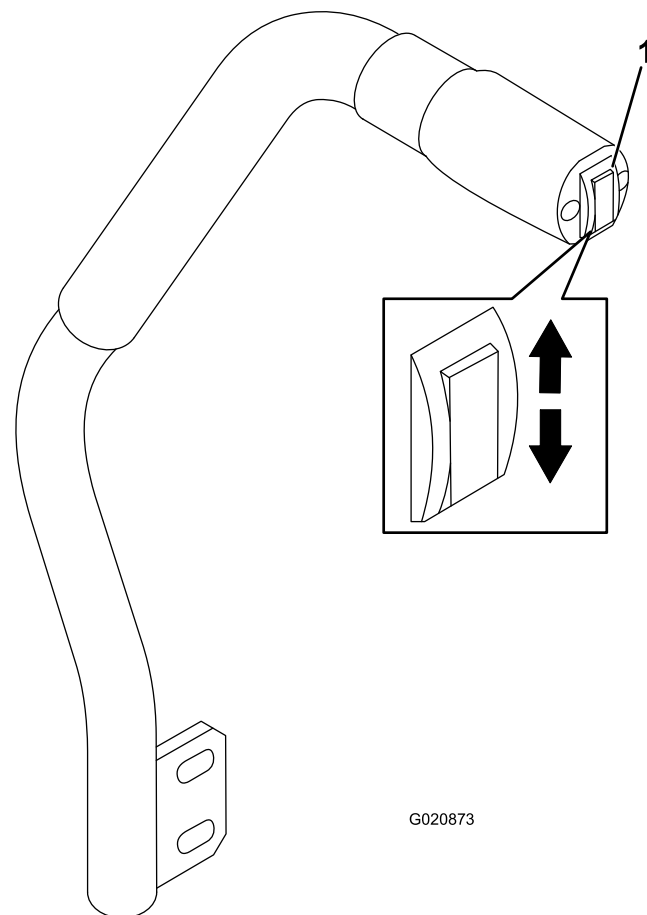

Figura 27
El interruptor de elevación de la plataforma eleva y baja la plataforma de corte (Figura 27). El motor debe estar en marcha para poder utilizar esta palanca.
- Para bajar la plataforma de corte, baje el interruptor de elevación de la plataforma (Figura 27).
- Para elevar la plataforma de corte, suba el interruptor de elevación de la plataforma (Figura 27).
1. Con el motor en marcha, presione hacia arriba el interruptor de elevación de la carcasa hasta que la carcasa de corte esté elevada del todo y **suelte el interruptor inmediatamente** (Figura 27).